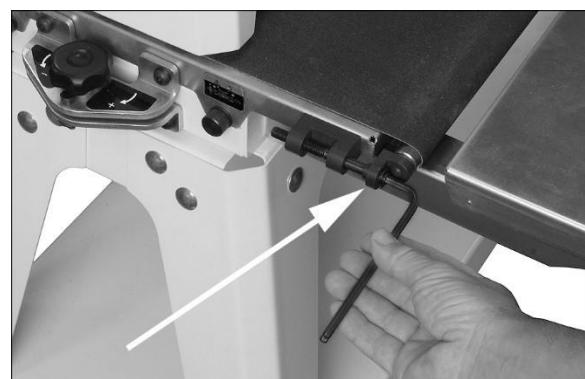

Abb. 8-3: Einstellung der Vorschubband-Spannung
2. Die Einstellschrauben (Abb. 8.3) auf beiden Seiten des Vorschubbandes mit einem 5-mm-Inbusschlüssel verstetzen. Beiderseits gleich, um auf beiden Seiten in etwa die gleiche Bandspannung zu erhalten.